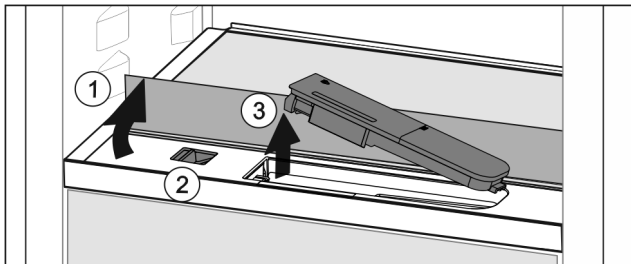

Fig. 46
- ▶ Glasplatte anheben und bis zum Anschlag nach hinten klappen Fig. 46 (1).
- ▶ Schieber Fig. 46 (2) nach links schieben.
- ▶ Wassertank entnehmen Fig. 46 (3).